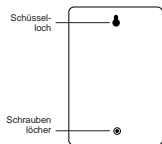

FIGURA 19: Retro della scatola del programmatore
- Infilare l'asola sul retro della scatola del programmatore sulla parte sporgente della vite [vedere Figura 19].